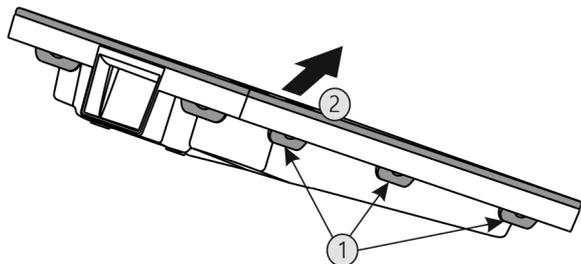

Fig. 49
- Premere una dopo l'altra tutte le linguette Fig. 49 (1) e rimuovere la copertura Fig. 49 (2).